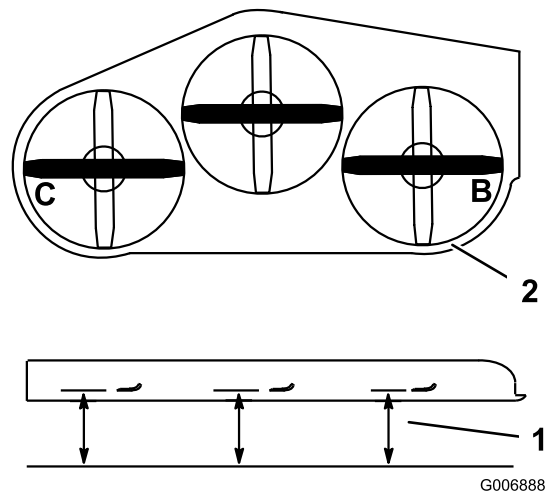

Figure 97
4. Aux points **B** et **C**, mesurez l'écart entre une surface plane et le tranchant de la pointe des lames (Figure 97).